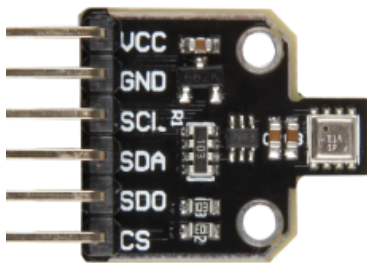

Fig. 2. BME680 Pins
1) *Anschließen des BME680 Sensors:* Der BME680 besitzt sechs Pins, welche Abbildung 2 zu entnehmen sind. Relevant sind hierbei die oberen 4 Pins, welche wie in Abbildung 3 aufgezeigt an den Raspberry Pi angeschlossen werden müssen. [3]